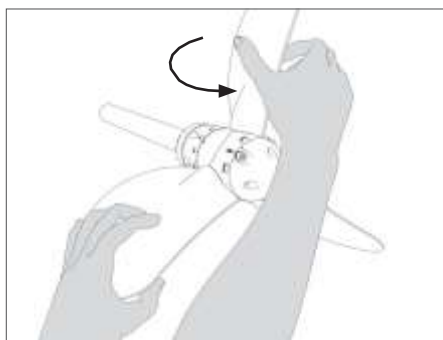

FIG. 22 Amener les pales en position de drapeau
- a) Amener les pales en position de drapeau (Fig. 22 - 23).